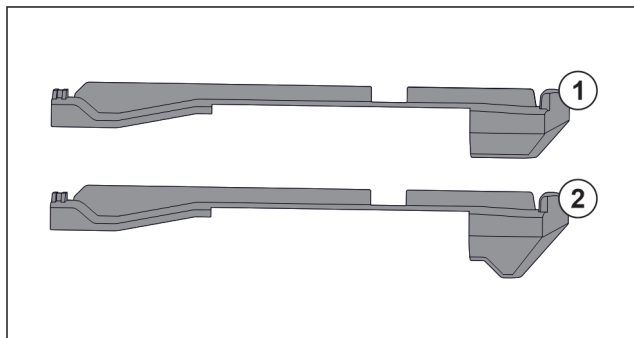

Fig. 141 Usporedba natičnih dijelova
U uređaju se nalaze dva različita natična dijela. Natični dio iznad najdonje ladice Fig. 141 (2) ima trokutasti rub. Svi drugi natični dijelovi Fig. 141 (1) imaju ravan rub.
- ▶ Postavite natični dio Fig. 141 (2) s trokutastim rubom iznad najdonje ladice.
- ▶ Postavite natični dio Fig. 141 (1) s ravnim rubom na svim drugim stranama.